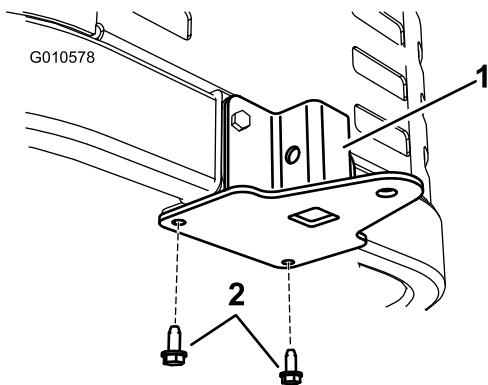

Figura 12
2. Sujete el soporte de refuerzo a la parte inferior del bastidor de la máquina desde abajo usando dos tornillos autorroscantes (5/16 x 3/4 pulgada), según se muestra en Figura 12.